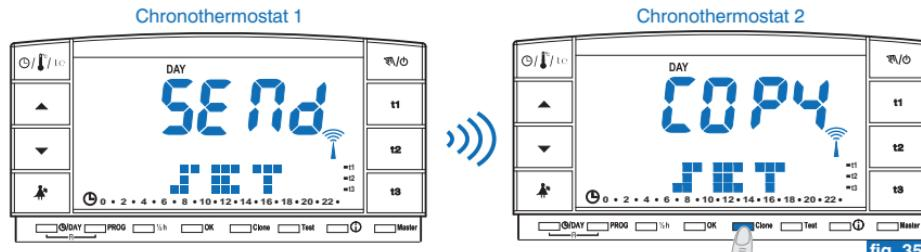

fig. 35
- Sur le chronothermostat en réception, appuyer sur la touche **Clone** pendant 4 secondes, l'indication **COPY SET** s'affichera sur l'écran ; le symbole s'allume durant 1 seconde pour indiquer l'envoi de la demande de connexion (exemple sur la fig. 35).